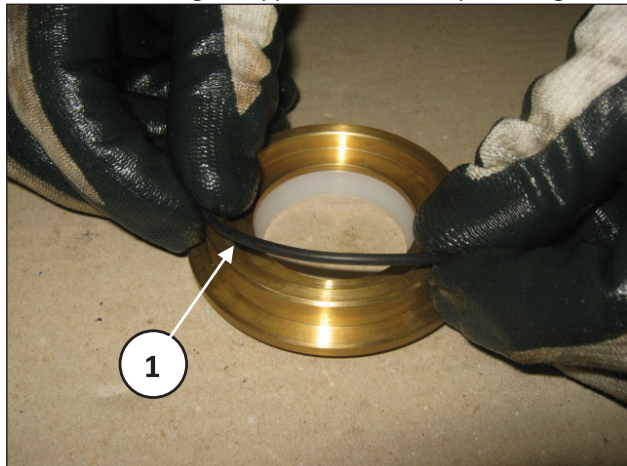

Fig. 126
Posizionare l'O-Ring su supporto raschiatore (pos. ①, Fig. 126).